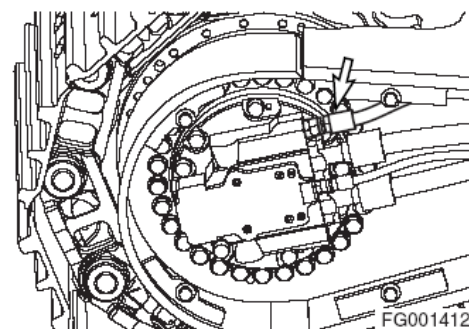

Рис. 142
2. Отсоединить сливной шланг (рис. 142) и заполнить картер двигателя гидравлическим маслом.